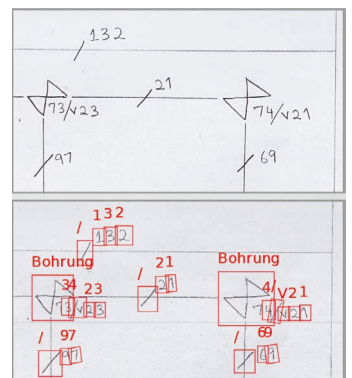

Bild 2: Bemaßung einer Bohrung
- Code und Zeichen: KI kann OCR-Zeichenketten auch unter schwierigen Bedingungen lesen (Bild 2), aber das Entschlüsseln von auf